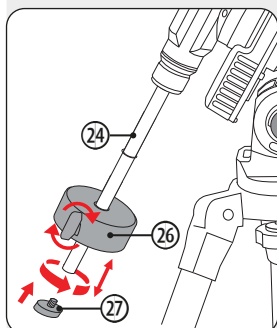

Fig. 13: contragewicht aanbrengen
3. Draai de borgschroef (27) van de contragewichtstang af. Schuif het contragewicht (26) ongeveer tot halverwege op de contragewichtstang (24) en draai de fixeerschroef handvast aan, zodat het contragewicht niet meer op de stang kan bewegen. Schroef de borgschroef (27) weer op de contragewichtstang (Fig. 13).